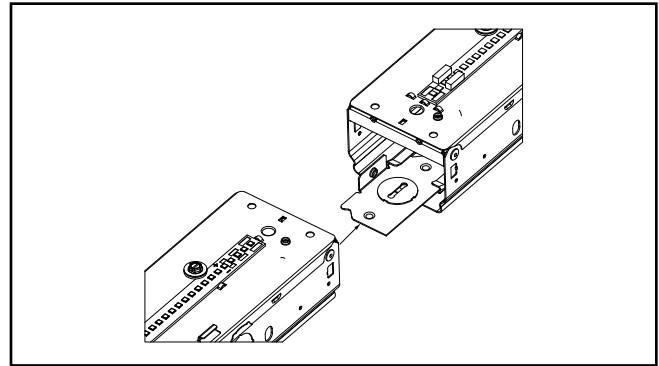

Figura 5.
4. Introduzca el alineador de filas en el canal (Figura 5).